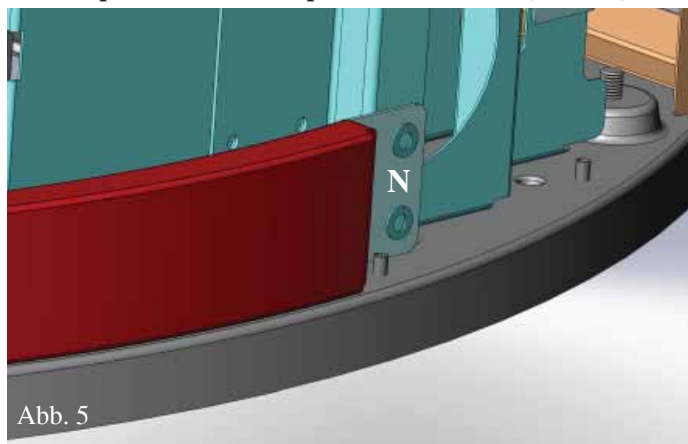
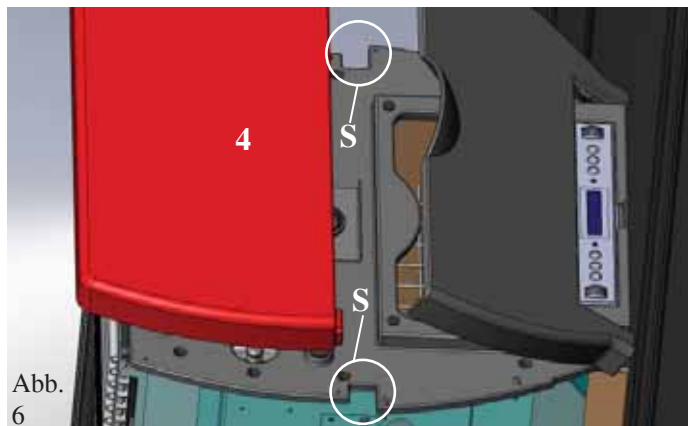

Abb. 5
Abb. 6
- Befestigen Sie die Keramik mit den angebrachten Platten an den Ofenaufbau, verwenden Sie in den entsprechenden Öffnungen (Abb. 5) die mitgelieferten Schrauben und Unterlegscheiben.
- Montieren Sie wieder die beiden hinteren Seitenteile aus Aluminium (5).
- Positionieren Sie die Keramikauflage (4) in den entsprechenden Nuten (S - Abb. 6).
NB: In der Version mit Blechverkleidung wird der Ofen bereits zusammengebaut geliefert, nur die Keramikauflage muss in den entsprechenden Nuten positioniert werden (S-Abb.6).